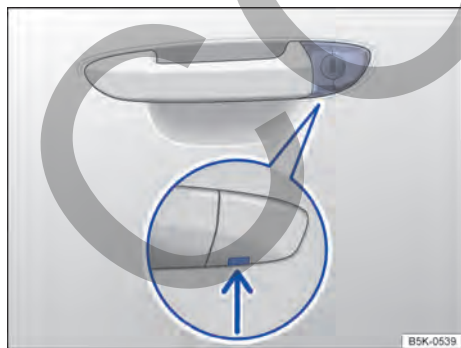

Fig. 52 Manilla de la puerta del conductor: bombín de cierre cubierto.
- Introducir la paleta de la llave por abajo en la apertura de la cubierta → fig. 52 (flecha).